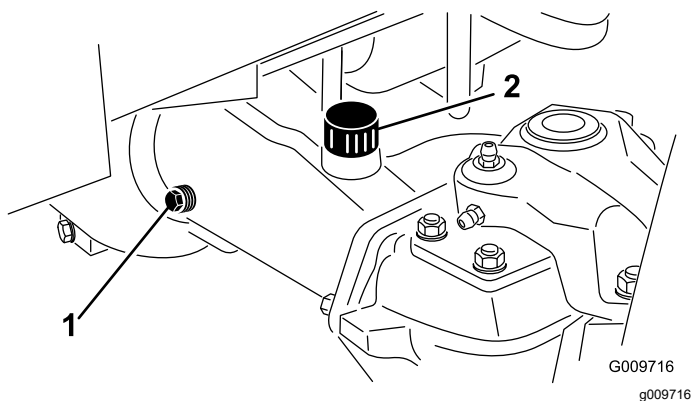

Bild 72
2. Entfernen Sie eine Prüfschraube aus einem Ende der Achse und stellen sicher, dass das Öl die Unterseite des Lochs erreicht (**Bild 72**).